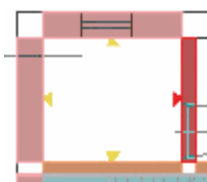

Рис. 2.6-2
2. Смените тип стены на *SN* и задайте отсутствующую стену (Рис. 2.6-2).